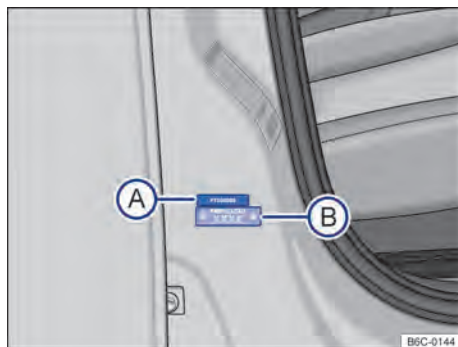

Fig. 173 Na coluna da porta dianteira direita: etiqueta com número de identificação do veículo parcial (A) e etiqueta do ano de fabricação (B).
As etiquetas com o número de identificação do veículo parcial estão localizadas na coluna da porta dianteira direita → Fig. 173 (A) e na coluna da suspensão esquerda. Estas etiquetas são destruídas ao serem removidas. Para chegar ao número de identificação do veículo parcial na coluna da suspensão esquerda, abrir a tampa do compartimento do motor ⚠ → Página 187.
A etiqueta com o número de identificação do ano de fabricação está localizada na coluna da porta dianteira direita → Fig. 173 B. Esta etiqueta é destruída ao ser removida.